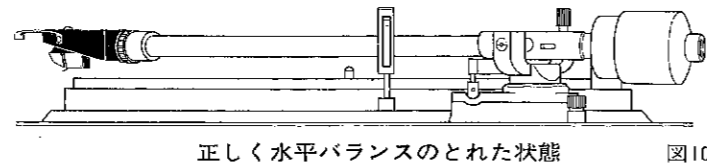

図10
- 5 メインウェイトを回し、トーンアームがヘッドシェル側にもメインウェイト側にも傾かず、ターンテーブルと水平になるように調整します。図10のA、Bの状態では水平バランスはとれていません。